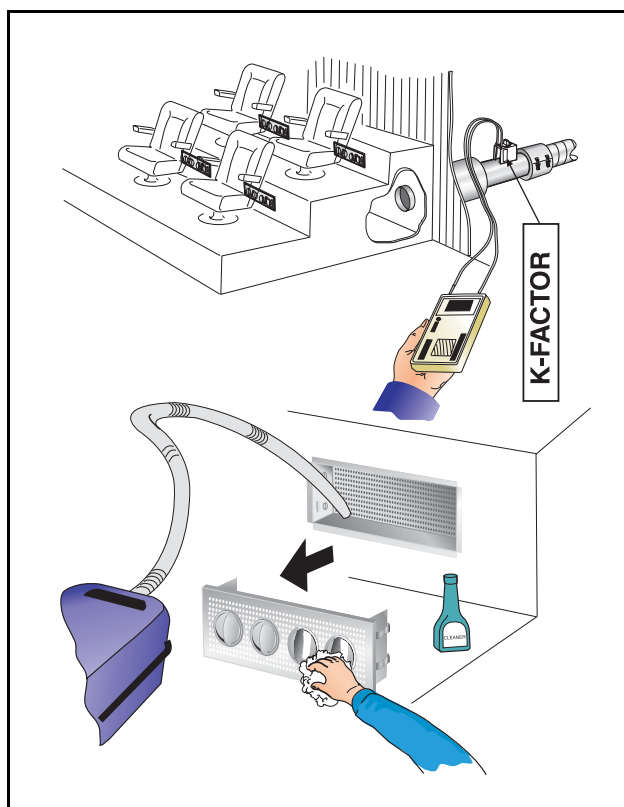

Figure 3. Équilibrage. Entretien.
**ÉQUILIBRAGE (Voir figure 3)**
**ENTRETIEN (Voir figure 3)**